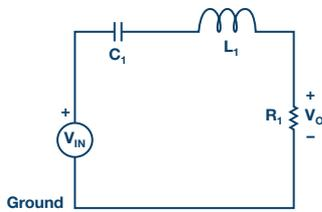

图4. 串联谐振电路。
- ▶ 5.使用图4所示的串联谐振电路重复实验,使用的元件为 $L_1 = 20\text{ mH}$ ,  $C_1 = 0.01\text{ }\mu\text{F}$ ,  $R_1 = 1\text{ k}\Omega$ 。电阻上的电压 $V_0$ 与串联RLC电路的电流成正比。